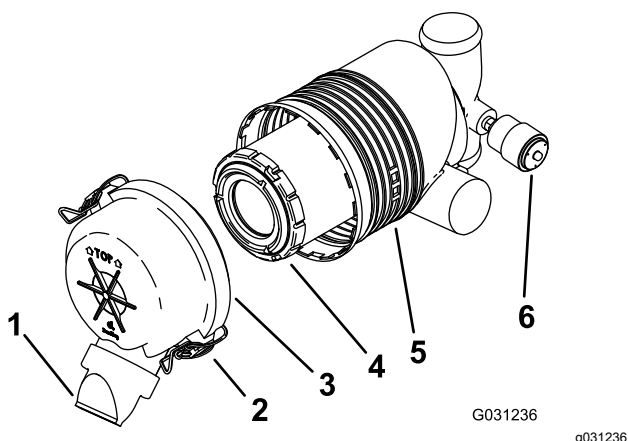

Рисунок 30
Внимание: Фильтр воздухоочистителя следует менять только, когда индикатор обслуживания станет красным (**Рисунок 30**). Замена воздушного фильтра без необходимости ведет лишь к повышению вероятности попадания грязи в двигатель при извлечении фильтра.
5. Освободите защелки воздухоочистителя и отделите крышку от корпуса воздухоочистителя (Рисунок 30).
- Если индикатор обслуживания прозрачный, установите крышку воздухоочистителя таким образом, чтобы пылезащитный колпачок был ориентирован вниз, и закройте защелки (Рисунок 30).
1. Осторожно извлеките фильтр из корпуса воздухоочистителя (Рисунок 30).
3. Осторожно установите фильтр (Рисунок 30).
4. Установите крышку воздухоочистителя таким образом, чтобы пылезащитный колпачок был ориентирован вниз, и закройте защелки (Рисунок 30).